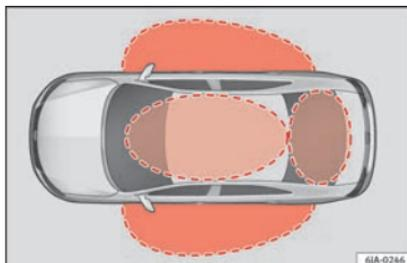

Fig. 124 Sistema di chiusura e avviamento senza chiave Keyless Access: zone vicine.
Keyless Access è un sistema di chiusura e avviamento senza chiave con il quale è possibile sbloccare e bloccare il veicolo senza utilizzare attivamente la chiave dello stesso. A tal fine, è sufficiente tenere una chiave valida in una zona vicina » **fig. 124** al veicolo e toccare una delle superfici sensibili delle maniglie delle porte » **fig. 125**.
In presenza di una chiave valida in una delle zone prossime » **fig. 124**, il sistema di chiusura e avviamento senza chiave Keyless
►► fig. 124 si trova una chiave del veicolo valida.